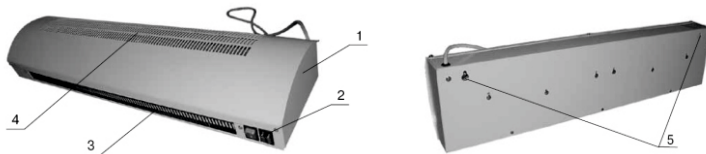

Рис. 1 Тепловая завеса
5.1 Схема тепловой завесы представлена на рис. 1
5.3 Тепловая завеса (см. рис. 1) состоит из корпуса (1), изготовленного из листовой стали, покрытого полимерным покрытием, в котором размещены трубчатые электронагревательные элементы и вентиляторы. Клавиши управления (2) завесой расположены в нижней части корпуса, справа от решетки (3). На днище корпуса расположены пазы (4) для крепления завесы. Вентиляторы всасывают воздух через переднюю перфорированную стенку корпуса (5), поток воздуха от вентиляторов, проходя через электронагревательные элементы, нагреваются и выбрасываются через решетку в виде струи.
6.2 Установочные размеры завесы указаны на рис.1. Допускается только горизонтальная установка завесы.